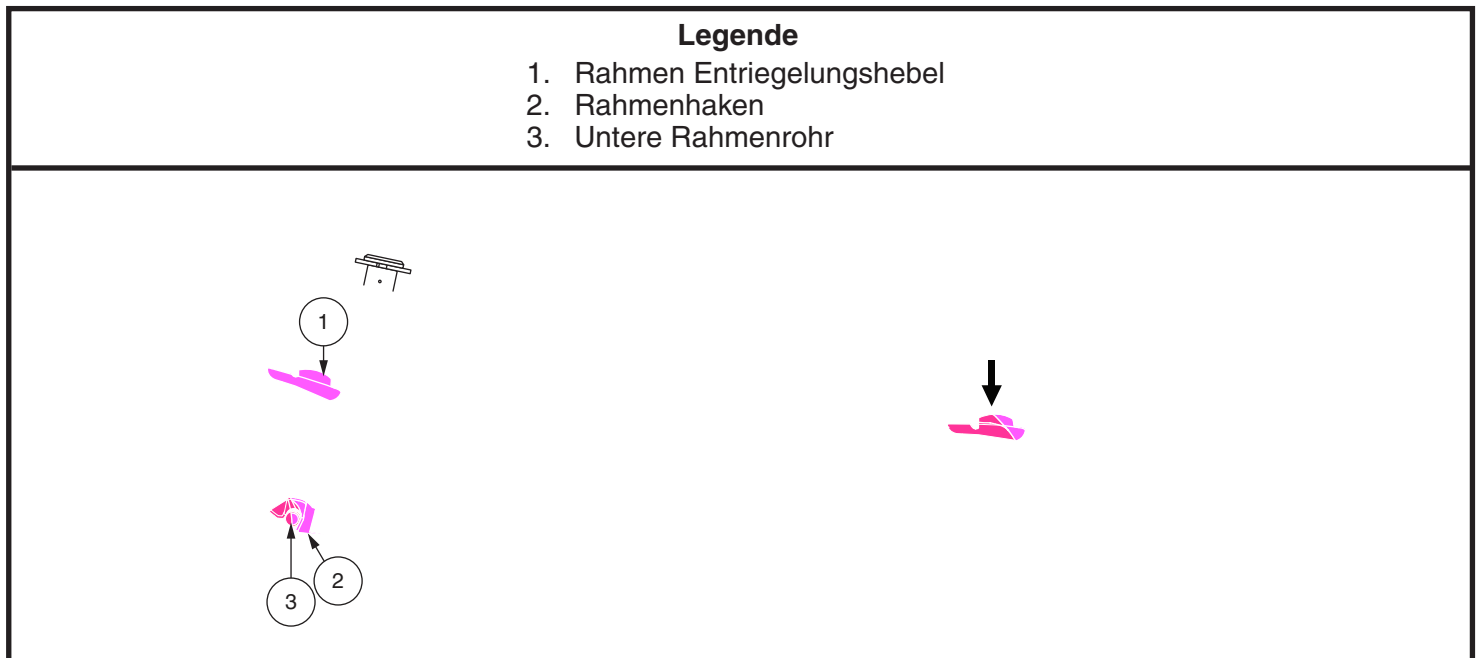

Abb. 7. Go-Chair Montage
7. Trennen Sie zwei Hälften des Rahmenlösehebel verwenden. **Siehe Abb. 7.**
1. Verwenden Sie den Rahmenlösehebel den vorderen Abschnitt zu heben, wie Sie die Rahmenhaken des Vorderteils mit dem unteren Rahmenrohr des hinteren Abschnitts ausrichten. **Siehe Abb. 7.**
2. Sobald die Rahmenhaken über der unteren Rahmenrohr sind, den vorderen Teil senken und den hinteren Teil gleichzeitig schwenken. Dadurch wird der Rahmen Lock-up greifen automatisch. **Siehe Abb. 7.**